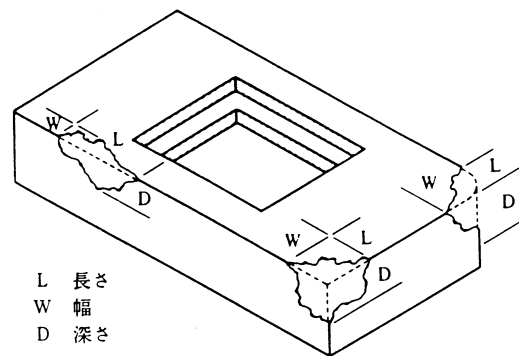

図 1
3.1.2 欠け (chip) — パッケージの表面またはコーナーのセラミックの欠け。パッケージを完全に貫通しないもの。カケの大きさは設計投影図の長さ、幅、深さで示される（図 1 参照）。